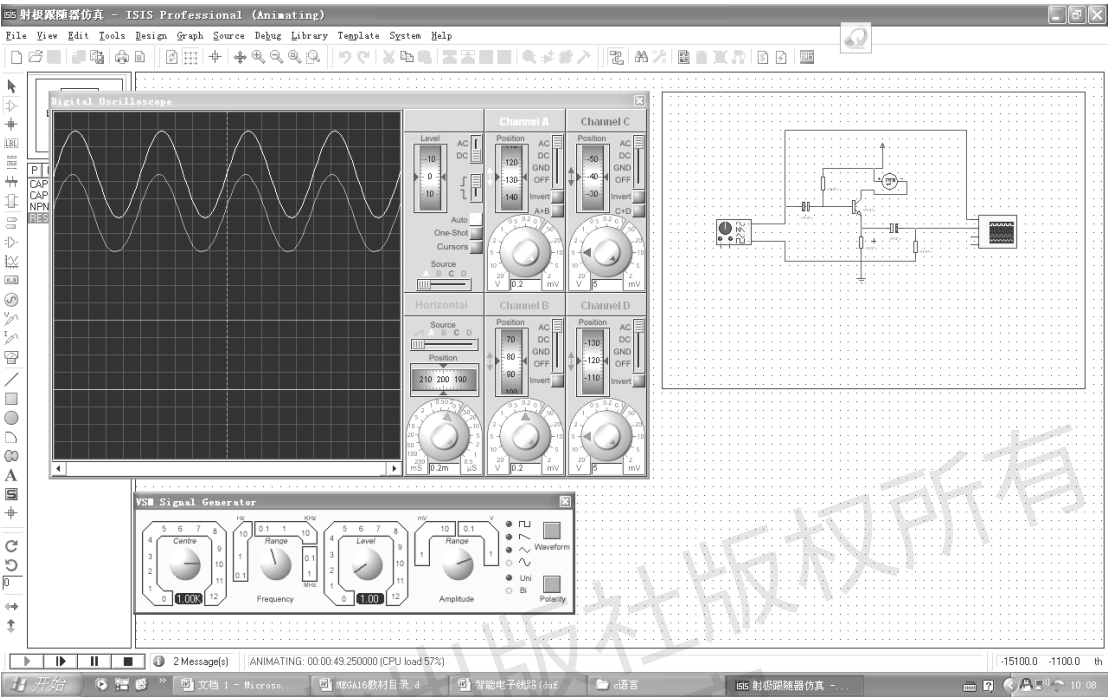

图 1-35 PROTEUS 仿真电路运行效果
(6) PROTEUS 仿真电路运行效果如图 1-35 所示。